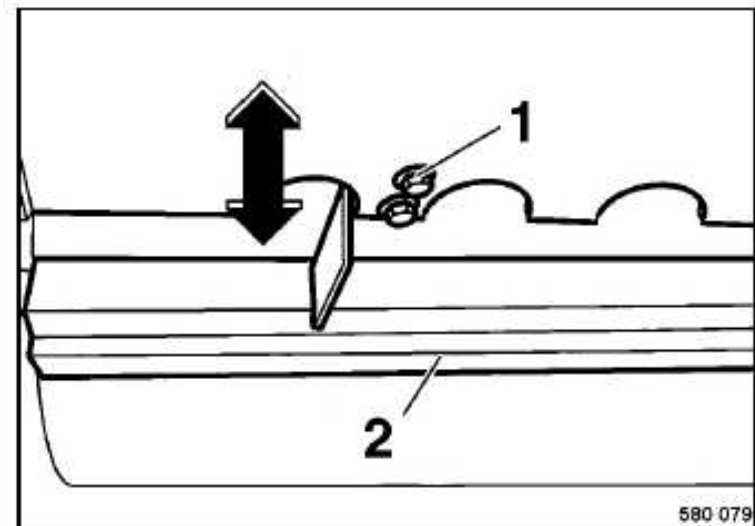

Fig. 160
- Para el reajuste de los rascadores 1 (Fig. 160) hay que soltar los tornillos de fijación (2) en los agujeros oblongos, y deslizar el soporte de los rascadores en dirección del rodillo hasta entrar en contacto.